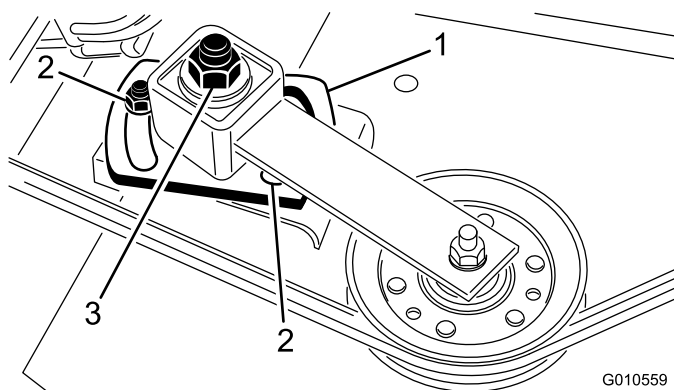

Figura 30
5. Utilize uma chave e chave dinamométrica para apertar a porca de ajuste intermédia a 47 a 54 N·m (Figura 30).